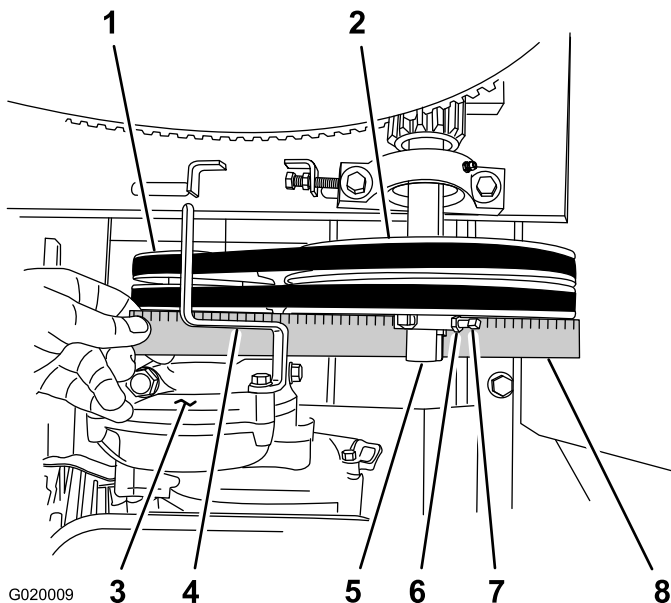

Figure 57
- D. Placez une règle droite en travers de la poulie de moteur et de la poulie de tension (Figure 57).
E. Au besoin, faites pivoter le moteur sur le plancher moteur jusqu'à ce que la poulie de moteur et la poulie de tension soient alignées sur la règle droite (Figure 57).